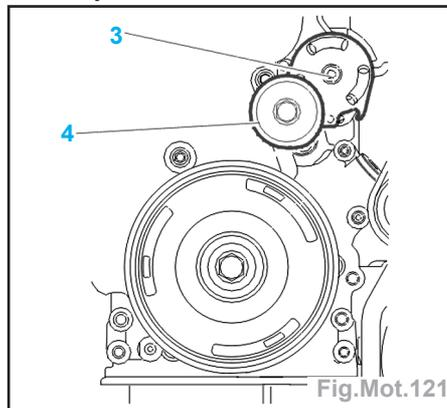

Fig.Mot.121
- la pompe de direction assistée (2) (sans ouvrir le circuit de direction assistée),
- les vis (1),
- Déposer (Fig.Mot.121) :
- la vis (3),
- le galet tendeur (4),
- Serrer la vis (3) à 2 daN.m (Fig.Mot.121).